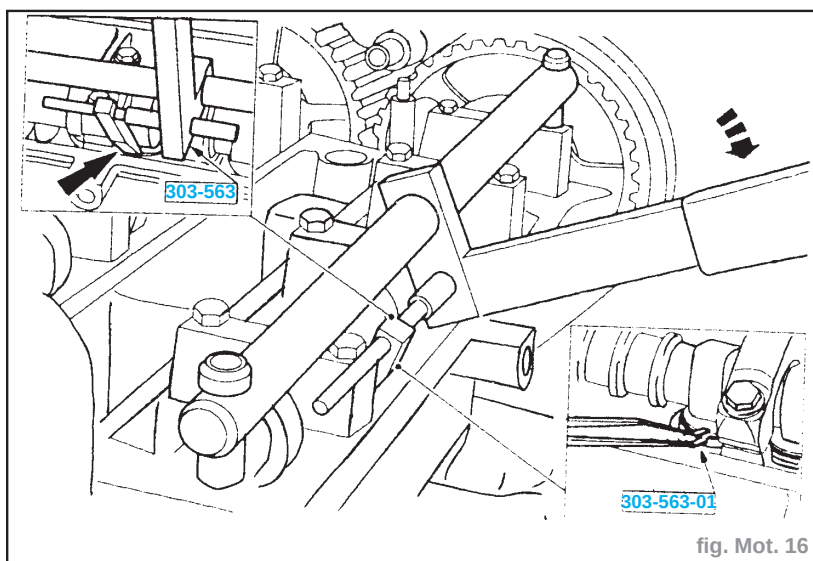

fig. Mot. 16
- Poser l'outil spécial avec le guide de l'outil de compression tourné vers l'extérieur (fig. Mot. 16).